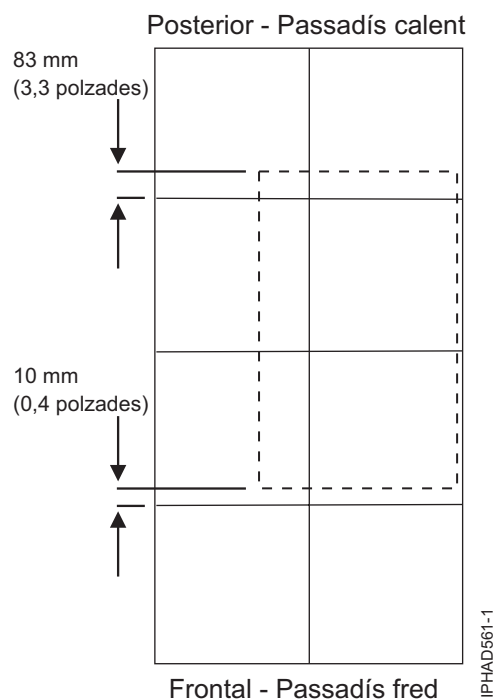

Figura 65. Col·locació del bastidor per a plaques de 600 mm (23,6 polzades)
3. Les figures Figura 59 i Figura 65 a la pàgina 123 només pretenen mostrar les posicions relatives i les dimensions exactes de les obertures del terra. Les figures no pretenen ser plantilles de màquina i no estan dibuixades a escala.